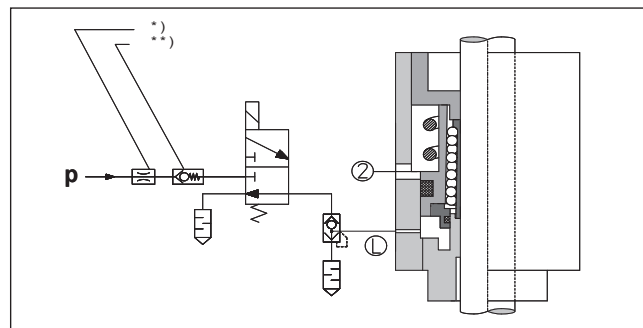

図5: 空圧配管の概略図
* ロッキングユニットへの圧力供給時にインパクトノイズが発生した場合は、図5のp-ライン上にあるフローコントロールバルブを調整することで解消することがあります。
** 圧力が一定でない(ダウンストロークに切り替わる時に圧力が低下するなど)場合、図5のp-ラインにチェックバルブ(逆止弁)の配置を推奨いたします。